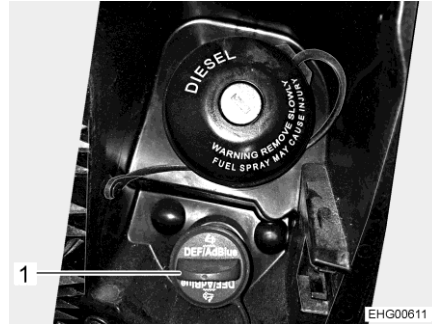
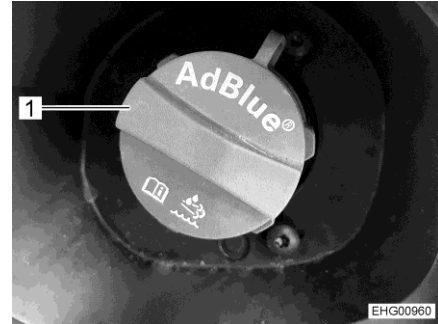

Bild 12 Påfyllningsöppning för AdBlue® (Campeo/Eliseo)
Bild 13 Påfyllningsöppning för AdBlue® (Delfin C)
- Vrid det blå locket (Bild 12,1 resp. Bild 13,1) moturs och ta bort det.